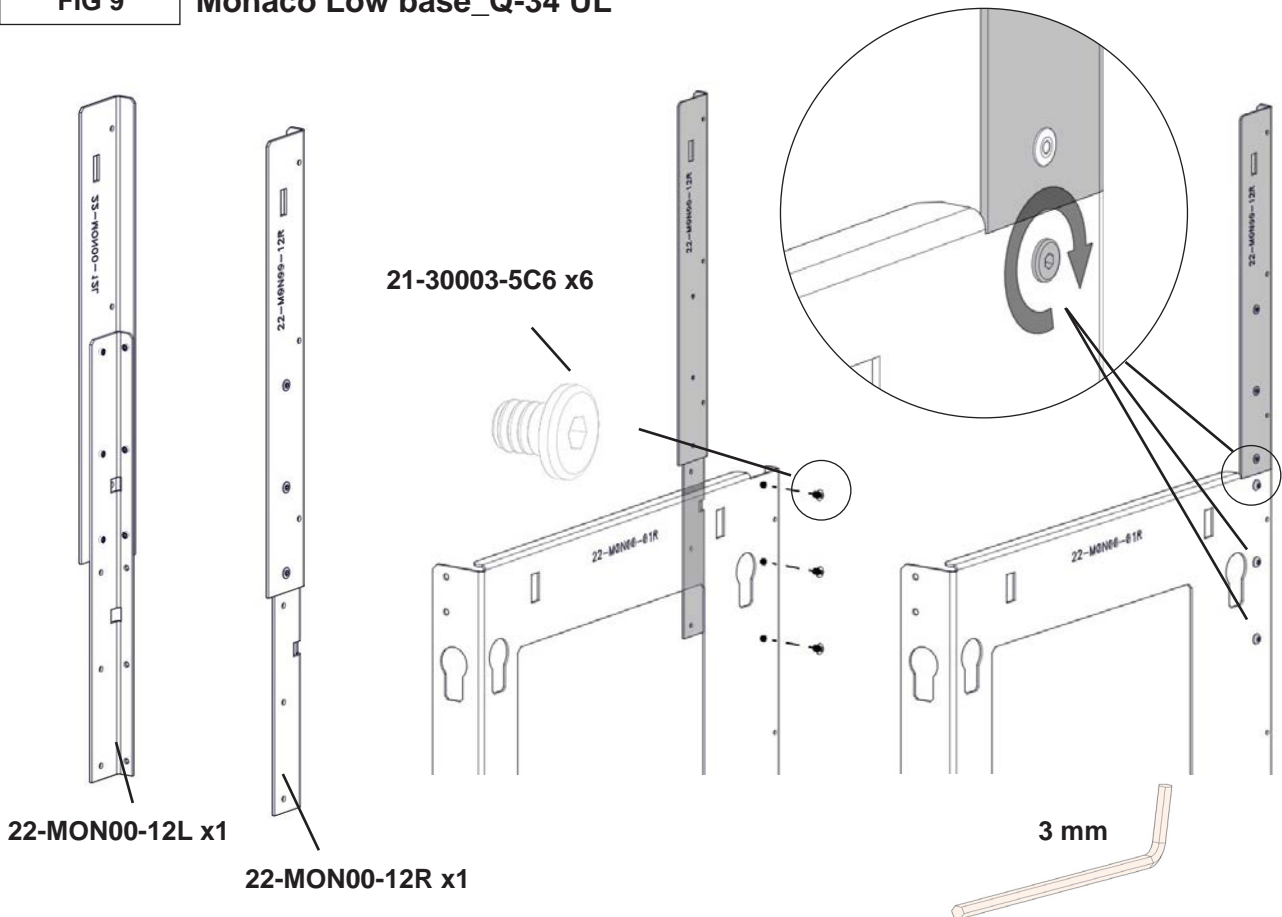

FIG 9b
NB! A. Avstand mellom sideplater kan justeres med å løsne og feste skruer vist i FIG 11-12. **B.** Platene kan finjusteres vertikalt med å løsne og feste skruer se FIG. 9b og 10 skru B på FIG 12 og ved å endre høyde på stål rammens føtter – Fig 9b.
B. Vertical position of plates can be changed by loosening and tightening screws shown on FIG 9b-10, screw B on FIG 12 and by changing height of skeleton feet - FIG 9b.
Obs! A. Avståndet mellan sidoplattorna kan finjusteras genom lossning och åtdragning av skruvarna, se fig. 11 till 12. **B.** Plattornas vertikalläge kan finjusteras genom lossning och åtdragning av skruvarna, se fig. 9b och 10, skruv B i fig. 12 samt genom höjjustering av stommens fötter, se fig. 9b.
gelockert oder angezogen werden. **B.** Um die vertikale Plattenposition zu ändern, können die Schrauben auf Abb. 9b-10 und Schraube **B** auf Abb. 12 gelockert oder angezogen werden. Außerdem kann die Höhe der Rahmenfüße angepasst werden (Abb. 9b).
Attention! A. La distance entre les plaques latérales peut être réglée en desserrant et en serrant les vis indiquées sur les Fig. 11 à 12. **B.** La position verticale des plaques peut être modifiée en desserrant et en serrant les vis indiquées sur les Fig. 9b-10, la vis B sur la Fig. 12 et en changeant la hauteur des pieds de l'ossature - Fig. 9b.